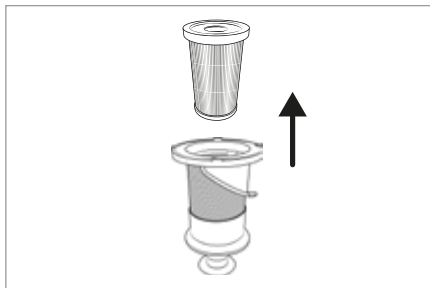

Fig. 21
- 4) Scoateți filtrul EPA ⑤ din filtrul din oțel inoxidabil ⑥ introducând mâna în deschiderea filtrului EPA ⑤ și trăgându-l din filtrul din oțel inoxidabil ⑥ (a se vedea fig. 21).